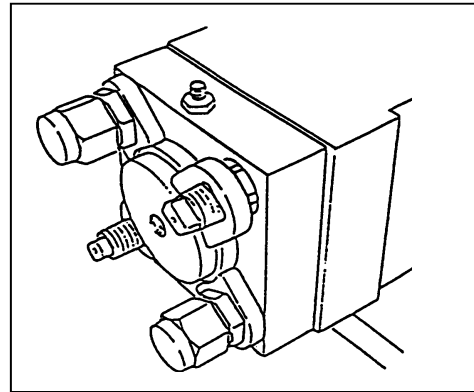

Fig.16
20. Zet de overgebleven Topnuts nu handvast op de diagonaal ten opzichte van elkaar geplaatste trekbouten, Fig. 16.